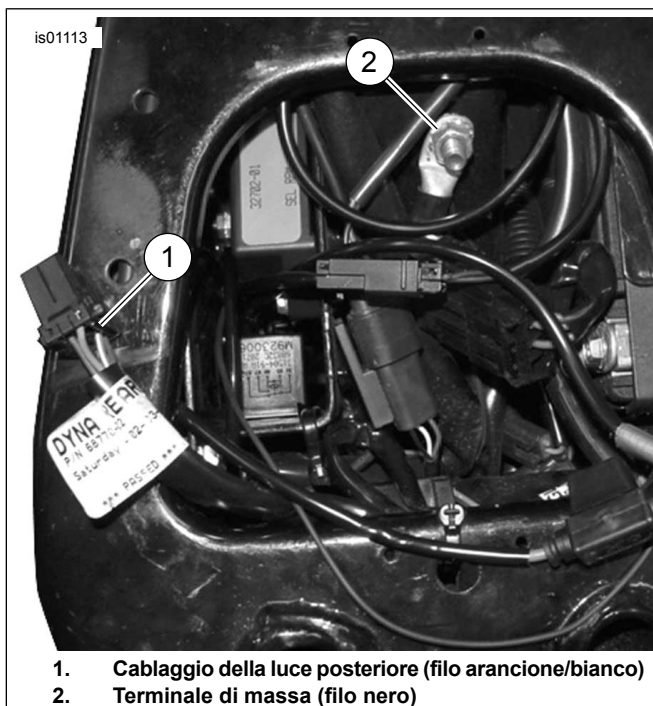

Figura 1. Collegamenti di alimentazione e a massa (modelli Dyna)
3. Vedere Figura 1. Tagliare il filo nero sul cablaggio Zumo per raggiungere facilmente l'ubicazione del punto di massa e giuntare il terminale ad anello all'estremità del filo seguendo le istruzioni della pinza per giuntaggio Packard riportate nell'appendice del manuale di manutenzione.
2. Vedere Figura 1. Aprire, tagliando con cautela, un'area della guaina del cablaggio principale in un punto accessibile all'interno del coperchio laterale e tagliare un conduttore di alimentazione del cablaggio principale arancione/bianco.